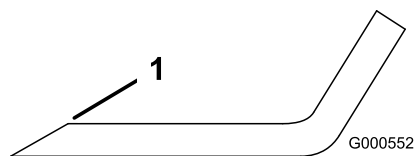

Figure 48
1. Au moyen d'une lime, aiguissez les tranchants à chaque bout de la lame (Figure 48).
Remarque: Si la lame est déséquilibrée, limez un peu l'extrémité de la partie relevée seulement (Figure 48).